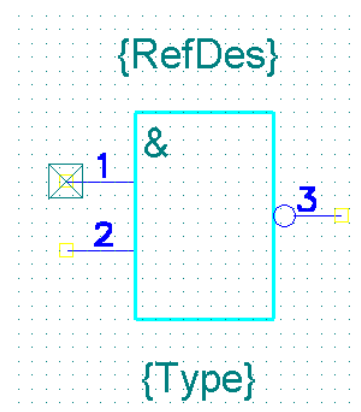

Рис. 8-16. Логический элемент 2И-НЕ
4) Войдите в свойства атрибутов **{RefDes}** и **{Type}** и в качестве стиля текста установите **PartStyle**. Окончательный вариант, созданного символа представлен на рис. 8-16.